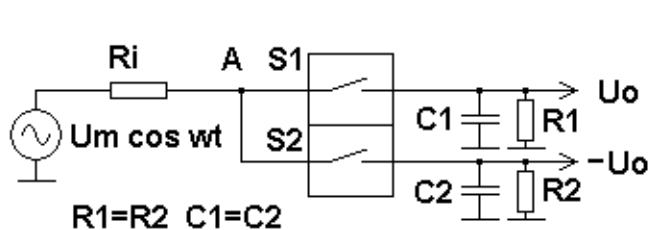
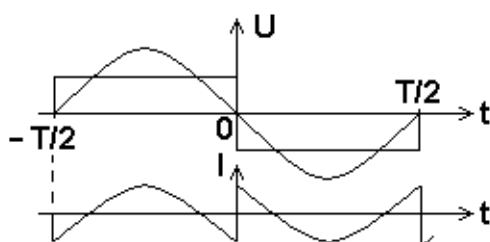

Рис. 3
Рис. 4
В случае двухфазного (балансного) смесителя (рис. 3) на отрицательных полупериодах сигнала замыкается второй ключ S2, и на нагрузке R_2 выделяется такое же, но отрицательное напряжение $-U_0$. Форма тока, потребляемого от источника, и проходящего через R_i , становится еще интереснее (рис. 4). Однако, это всего лишь разность синусоидального и прямоугольного токов, см. ф-лу (1). Резкие броски тока означают генерацию гармоник сигнала с частотами 3ω , 5ω , 7ω ... и т.д. Четных гармоник нет, поскольку кривая в некотором роде симметрична относительно горизонтальной оси (каждая полуволна — зеркальное отражение предыдущей).
Привычнее выглядит форма напряжения сигнала в точке A на входе ключей. Она прямоугольная (верхний график на рис. 4). Хорошо известно, что сигнал такой формы содержит основную частоту и бесконечный ряд нечетных гармоник с амплитудами, обратно пропорциональными их номеру.
Так что же делать с этим смесителем и как его согласовывать? Резкие броски тока обусловлены наличием фильтрующих конденсаторов C_1 и C_2 (рис. 3),
Генератор тока создает синусоидальный ток сигнала через ключи с амплитудой $S \cdot U_{вх}$. Необходимо только применение двухфазного (балансного) или многофазного смесителя, управление которым организовано так, чтобы в каждый момент времени был замкнут один и только один ключ. Расчет K_u для смесителя с генератором тока прост: заряд на конденсаторах C_1 и C_2 (рис. 3) пропорционален интегралу от тока сигнала, т. е. среднему значению тока за период. Напряжение на выходе получается умножением этого среднего значения на сопротивление нагрузки:
Фазовая и частотная селективность ключевого смесителя. Интересно посмотреть, что получится в точке А, т.е. на входе ключей (рис. 3), при расстройке гетеродина относительно частоты сигнала на Δf . Если расстройка невелика и разностная частота Δf меньше частоты среза F_c интегрирующих цепочек на выходе ключей, $\Delta f < F_c = 1/2\pi R_1 C_1$, то фаза сигнала будет медленно изменяться относительно фазы коммутации ключей. При сдвиге фаз 90° выходное напряжение U_o обращается в нуль, поскольку каждый ключ открыт четверть периода на положительной, и четверть периода на отрицательной полувольте сигнала, усредненный ток равен нулю и конденсатор не получает никакого заряда.